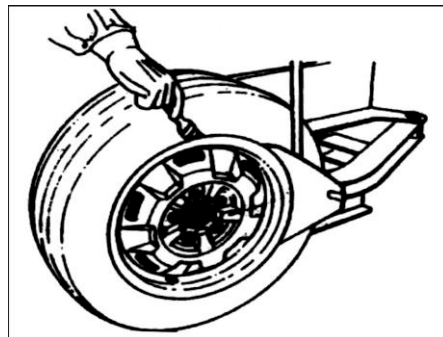

FIG 23
- Placez le pneu entre la lame de décollage des talons et le sabot de pression du pneu (FIG23). Appuyez ensuite sur la pédale de pression du pneu (FIG3-12) pour détacher la jante du pneu. Répétez la même opération sur les autres parties du pneu pour que le pneu soit complètement détaché de la jante.- Vous pouvez utiliser le dispositif de réglage (FIG24-1) pour changer de vitesse en fonction de l'épaisseur du pneu. Régler la profondeur de la lame de décollement pour éviter que le talon ne soit trop profond et n'endommage le pneu ou la jante.